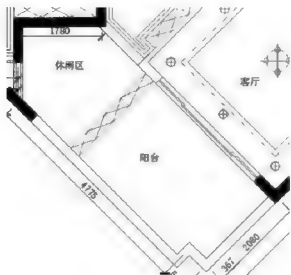

图 8-42
**步骤 2:** 将“QT-墙体”图层设置为当前图层。使用直线工具 $\text{↵}$ ，绘制如图 8-42 所示的直线(墙体的横梁)。